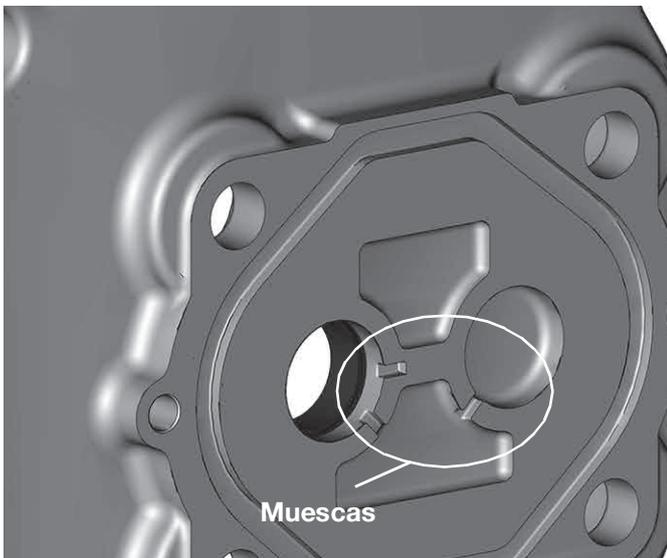
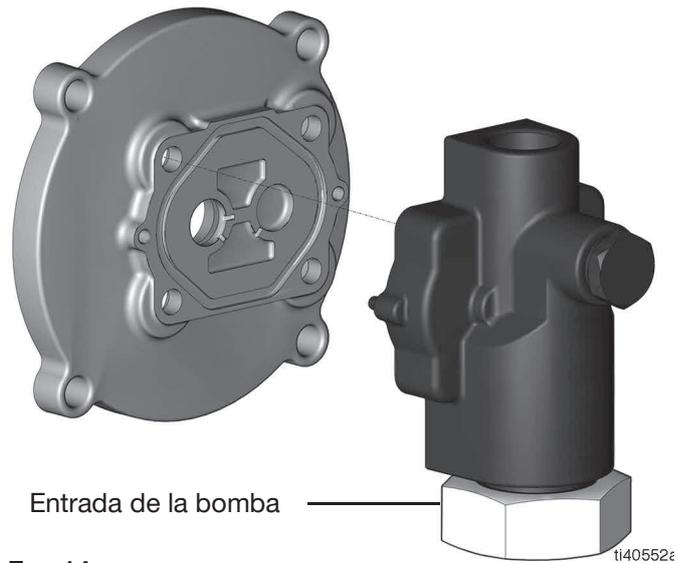

FIG. 13
FIG. 14
3. Coloque la placa adaptadora en el alojamiento de la bomba de forma que las ranuras apunten en dirección a la entrada de la bomba (FIG. 13 y FIG. 14).